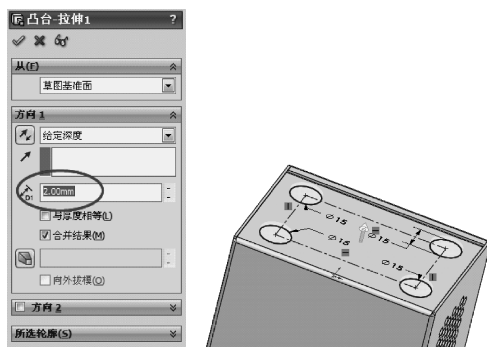

图 14-33 拉伸特征
17) 单击【特征】工具栏中的 (拉伸凸台/基体) 按钮,在【属性管理器】中弹出【凸台-拉伸】属性设置。在【方向 1】选项组中,设置 (终止条件) 为【给定深度】, (深度) 为 2.00mm,单击 (确定) 按钮,生成拉伸特征,如图 14-33 所示。